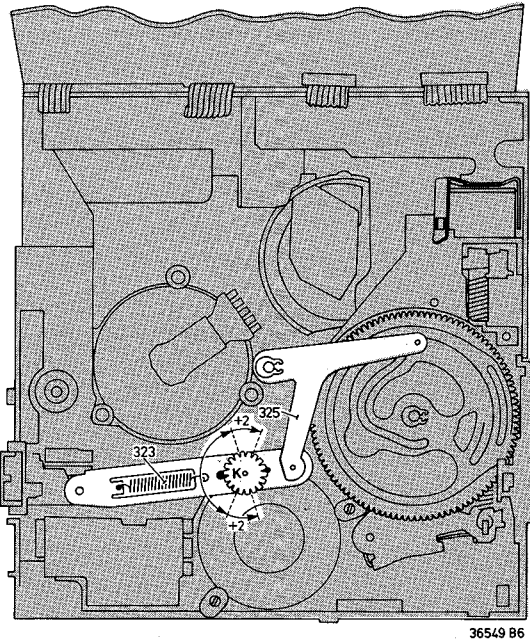

Fig. 2-2-6
- Sternrad an Bügel pos. 325 so weit verdrehen, dass das Rad getrennt vom Anschlag im Andruckrollenbügel sitzt (Bild 2-2-6).